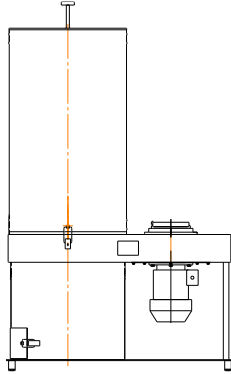

Рис. 1
- УВП-1200А – на основании с четырьмя ножками, рис.1;